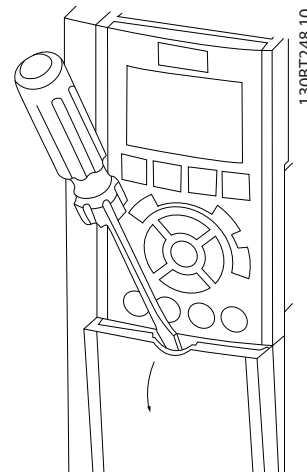

Рисунок 2.14 Доступ к подключению элементов управления в корпусах A2, A3, B3, B4, C3 и C4
- Снимите крышку с помощью отвертки. См. Рисунок 2.14.